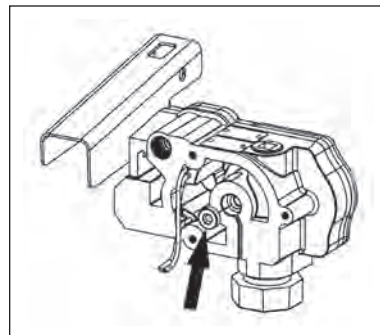

Figura 17
- Remova a vedação do eixo do motor, retirando com uma chave de fenda pequena. (Figura 17)